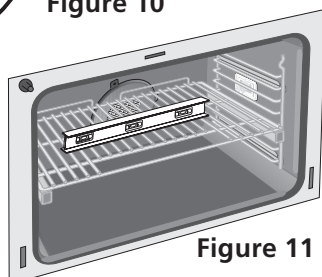

Figure 11
- Vérifiez si l'appareil est à niveau en installant une grille au centre du four et en plaçant un niveau à bulle sur cette dernière (Figure 11).